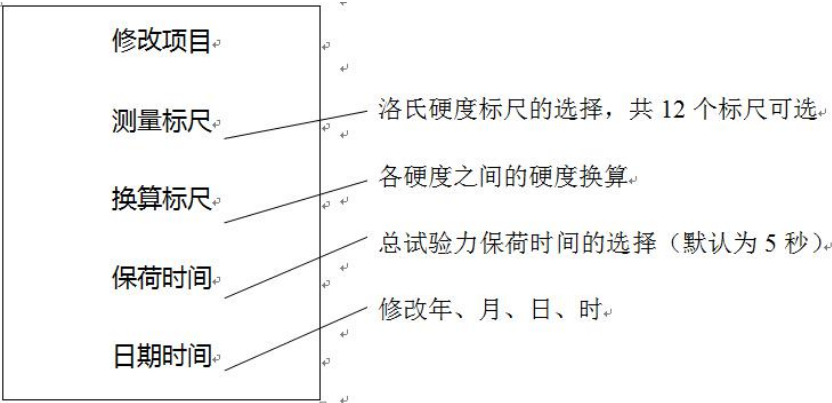

图 4-2
- 修改：**按 ← → 键移动光标于修改键处，按 OK 键，屏幕显示“修改项目”（图 4-2），按 ← → 键，上下移动光标可选择：测量标尺、换算标尺、保荷时间、日期时间。再按 OK 键，屏幕显示所选项目，移动光标进行选择，保荷时间和日期时间按 + - 来改变数字，选择好后再按 OK 键，主屏幕回到自己所需的操作界面。